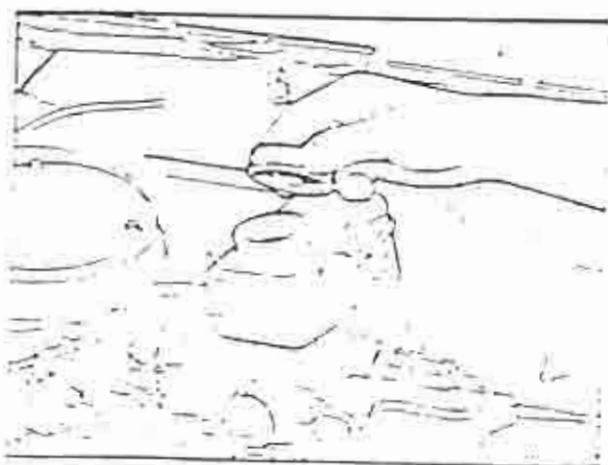

FIGURA 12
- Leva-se à efeito pelo orifício de nível e abastecimento (1) cujo bujão está localizado na parte superior da caixa (figura 12).